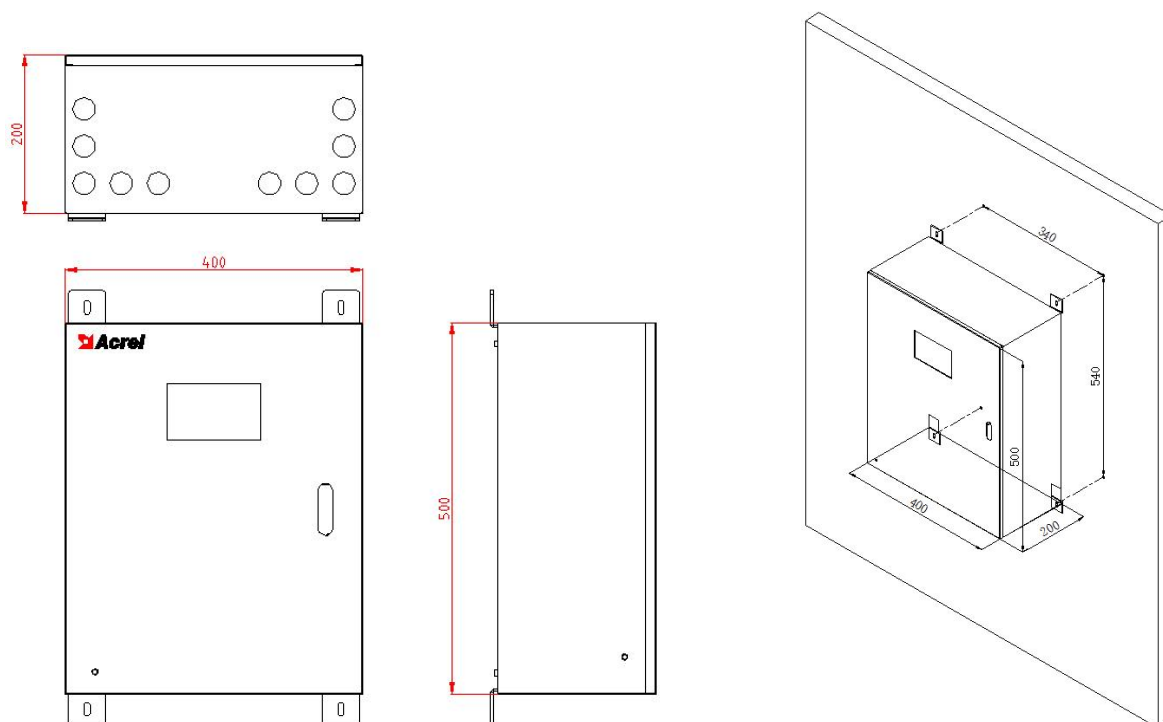

图 2
**A-D-0.15KVA-A200LT** 集中电源的外形尺寸为：500(H) \*400(W) \*200(D)mm，如图 2 所示。